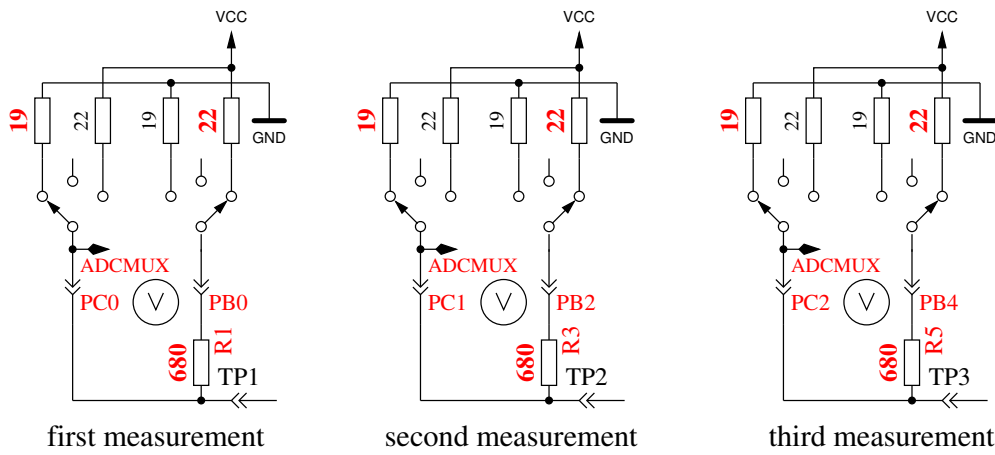

Abbildung 5.47: Messung des Innenwiderstandes von auf GND geschalteten Port-C-Ausgängen.
5. Dieser Schritt testet die **Fähigkeit von mit GND (-) verbundenen 470kΩ-Widerständen (H) die Testpins auf GND zu ziehen**. Zeile 1 zeigt den Text „RH-“. Zeile 2 sollte für alle drei Pinne Null mV anzeigen.
6. Dieser Schritt testet die **Fähigkeit von mit VCC (+) verbundenen 470kΩ-Widerständen (H) die Testpins auf VCC zu ziehen**. Zeile 1 zeigt den Text „RH+“. Der bestmögliche mV Wert für die drei Messungen wäre 0 in Zeile 2, da die Diffenz zu VCC dargestellt wird. Große Abweichungen vom Idealwert für Schritt 5 und 6 sind Fehler wie Isolations-Problem, Flussmittelreste oder beschädigter Port.
8. **Messung des Innenwiderstandes eines auf GND geschalteten Ausganges.** Dieser und die folgenden Schritte werden nur bei gewählter AUTO_CAL Option durchgeführt. Die internen Port C Widerstände von auf GND (-) geschalteten Ausgängen werden mit dem Strom der nach VCC (+) geschalteten 680Ω Widerstände gemessen, siehe Abbildung 5.47. Es werden nur die drei Pins des ADC-Ports vermessen, die Widerstands-Ports PB0, PB2 und PB4 können nicht ohne Veränderung der Hardware gemessen werden. Es wird angenommen, dass die Portwiderstände von unterschiedlichen Ports nahezu identisch sind. Der Widerstandswert wird im nächsten Schritt mit ausgegeben.